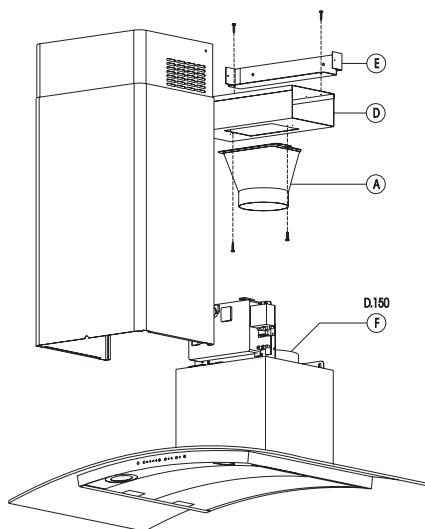

Fig. 2
- Fissare la staffa "E" (Fig. 2) nella parte più alta adiacente al soffitto, sulla perpendicolare del foro di uscita della cappa per mezzo delle 2 viti a tasselli Ø 8 forniti a corredo.